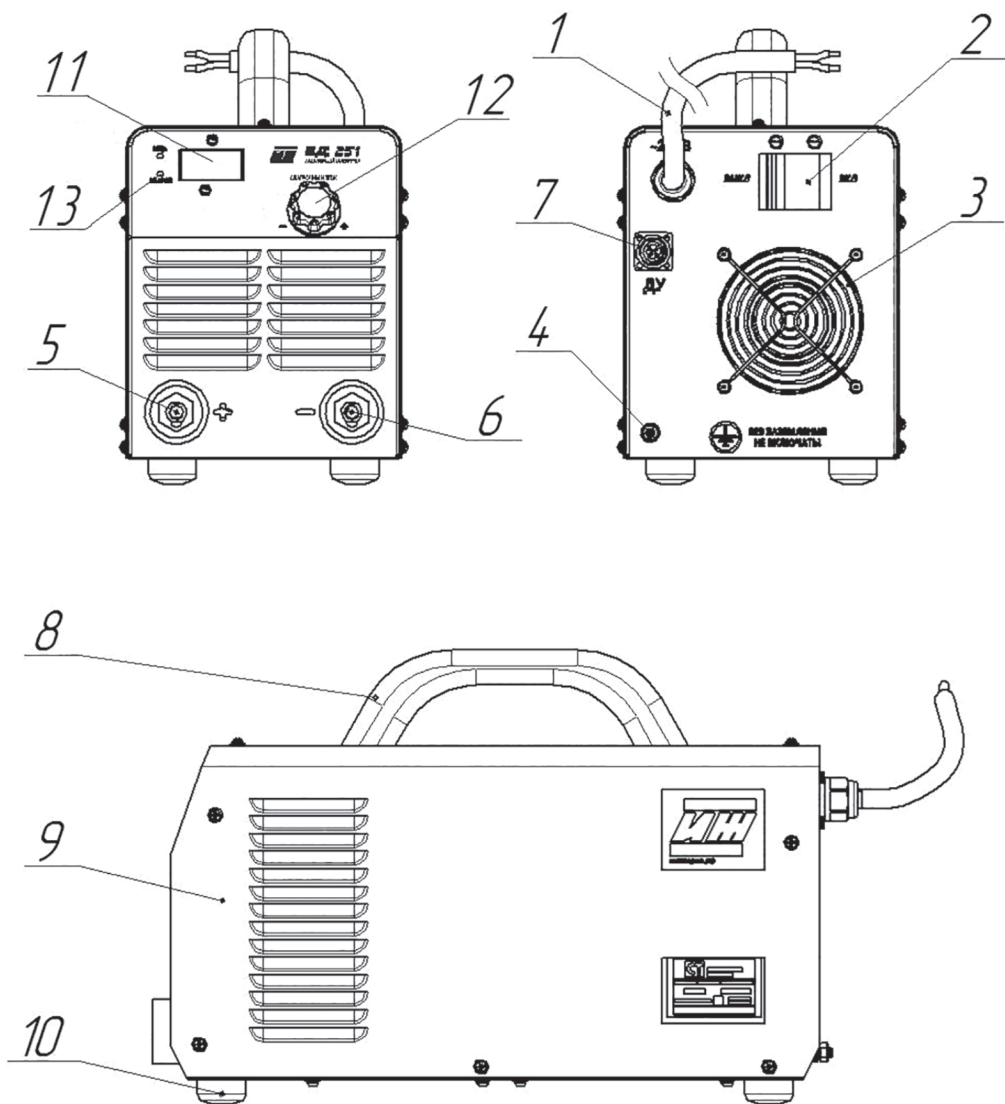

Рисунок 1 – Внешний вид и основные узлы:
5. Автоматический выключатель выпрямителя (рис.1, п.2) установить в положение «ВЫКЛ»